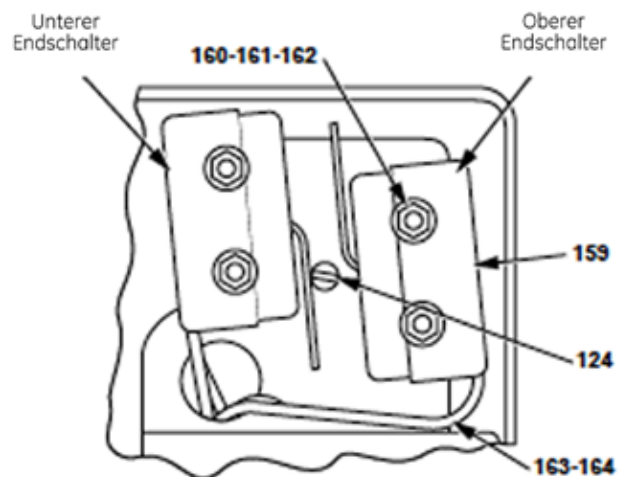

Abbildung 13 - Endschalterinstallation
3.4 Endschalter (Abbildung 13)